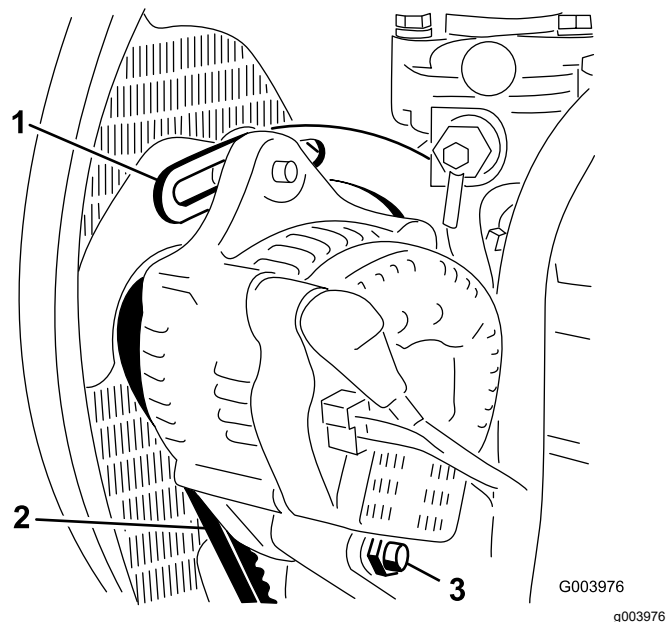

Figura 58
2. Compruebe la tensión de la correa del alternador flexionándola (Figura 58) en el punto intermedio entre las poleas del alternador y del cigüeñal con una fuerza de 10 kg (22 libras).
4. Afloje el perno que fija el tirante al motor (Figura 58), el perno que fija el alternador al tirante y el perno de pivote.